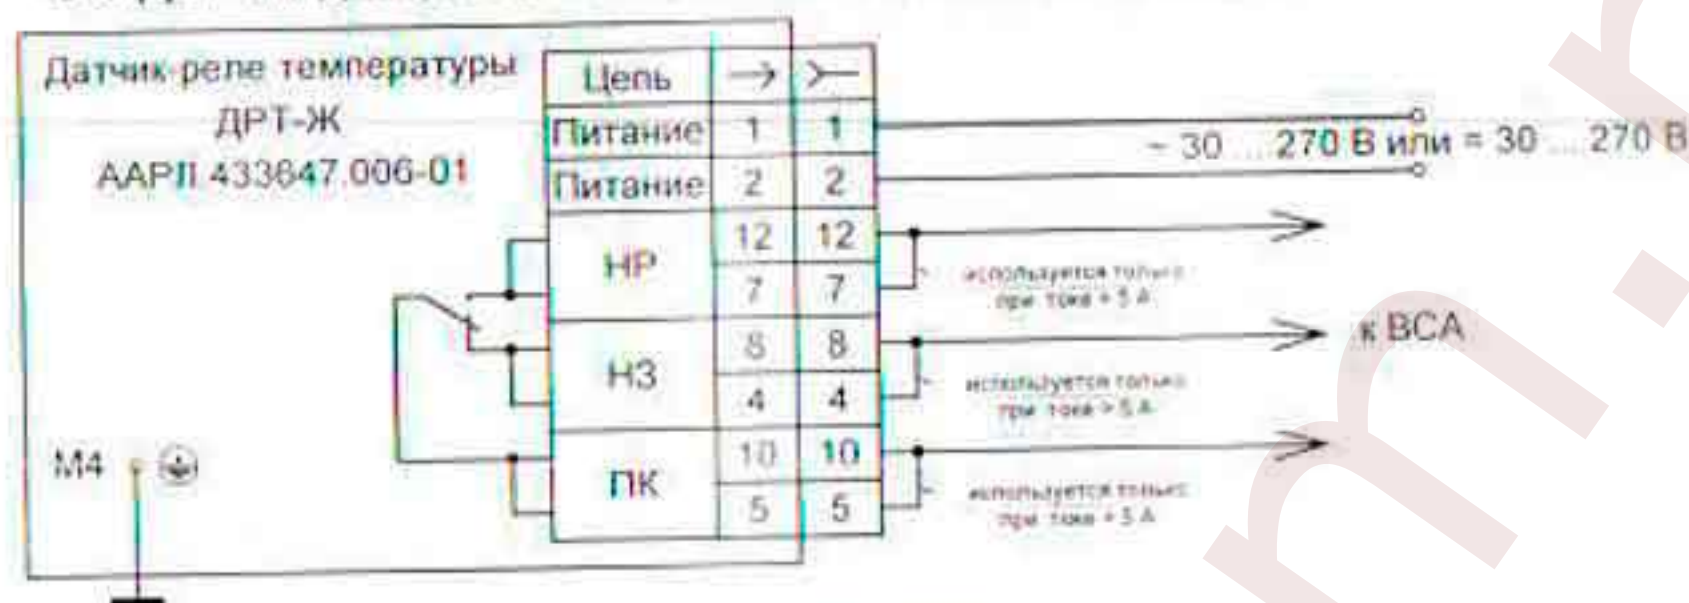

Рисунок 2 - Схема подключения ДРТ-Ж.
5.2 Внешние электрические соединения датчика производить гибким медным проводом сечением  $0,5 \text{ мм}^2$  согласно схеме подключения, рисунок 2. В зависимости от внешней системы автоматизации (ВСА) в датчике используется нормально разомкнутый (НР) контакт или нормально замкнутый (НЗ):